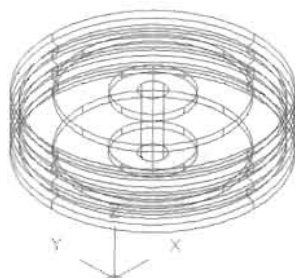

图 14-72
(2) 在命令提示行输入 Rev 并回车, 把 2D 多段线旋转 360° , 如图 14-72 所示, 命令执行过程如下。